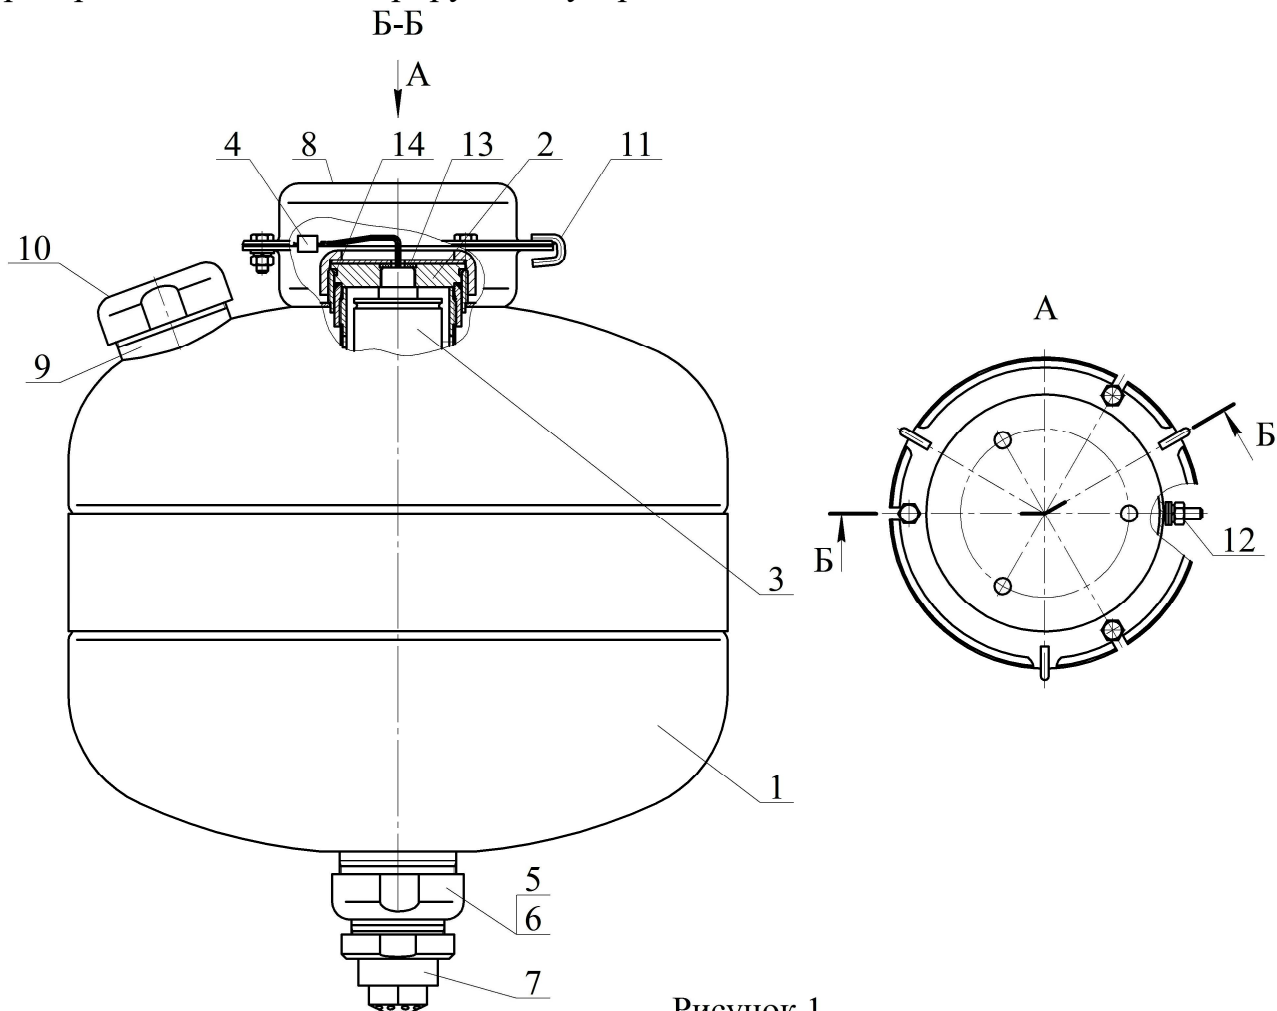

Рисунок 1
4.1.1 МУПТВ (см. рисунок 1) состоит из корпуса 1, заправленного ОТВ, в котором размещено газогенерирующее устройство 2.
6.3 Закрепить кронштейн **8** (см. рисунок 1) на потолке. Координаты отверстий в кронштейне приведены на рисунке 3.
6.5.1 Залить в отверстие верхней горловины **9** (см. рисунок 1) воды по ГОСТ 6709-72, СанПиН 2.1.4.1074-01 (температура воды должна быть плюс $(15...25)^{\circ}\text{C}$) объемом $16,65^{+0,2}$ дм³. Открыть упаковку с жидкой добавкой к воде и залить ее в отверстие верхней горловины **9**.
6.6.3 Полученный раствор ОТВ залить в отверстие верхней горловины **9** (см. рисунок 1). Для окончательного приготовления ОТВ открыть упаковку с жидкой добавкой и залить ее в отверстие верхней горловины **9**.
6.8 Накрутить до упора насадок-распылитель **7** (см. рисунок 1).
7.3 Комплект поставки для перезарядки МУПТВ (см. рисунок 1):